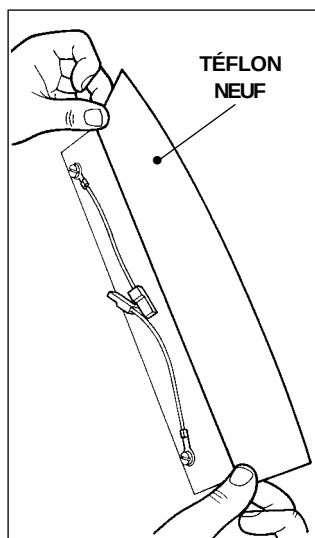
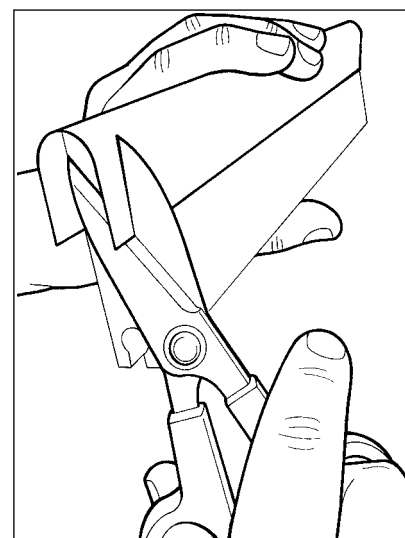

Fig. 4
Fig. 5
- 5) Insérer le capuchon de protection (**C**) dans l'orifice central comme indiqué sur la (Fig. 4).
- 6) Avec un chiffon doux imbibé d'une solution détergente et/ou désinfectante, nettoyer le fond et les surfaces latérales de la chambre à vide (Fig. 5) ; une fois le nettoyage terminé, pour le remontage suivre l'ordre inverse.
- 4) Appliquer le nouveau ruban (Fig. 4) en coupant la partie en excès aux deux extrémités (Fig. 5).